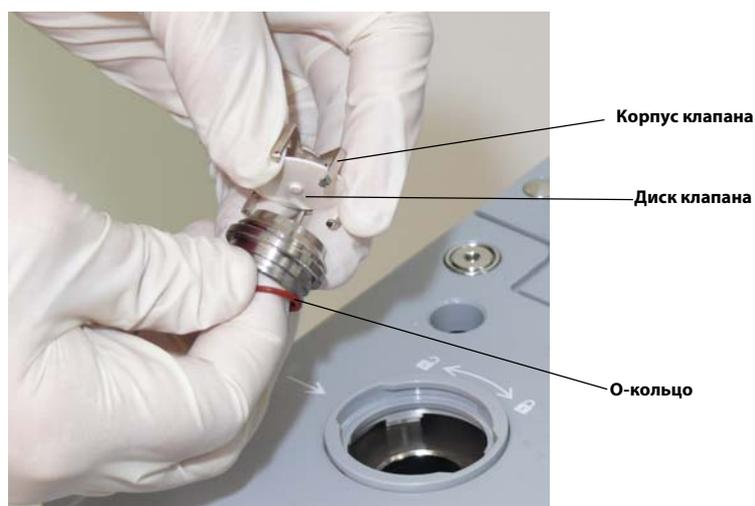

РИСУНОК 7-12 Извлечение корпуса клапана
2. На этом этапе будет удален корпус клапана (см. РИС. 7-12). На шести зубцах корпуса клапана есть выступы, которыми он фиксируется в узле клапана. С учетом предыдущего **предупреждения** извлекать корпус клапана следует двумя руками, аккуратно поворачивая зубцы, чтобы освободить выступы. Когда корпус клапана будет извлечен из узла, убедитесь, что диск клапана не выпал.
3. Удалите диск клапана из корпуса, как показано на РИС. 7-12.
4. Снимите O-кольцо с нижней части узла клапана, как показано на РИС. 7-12.